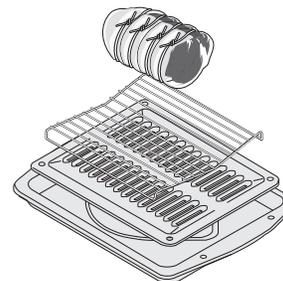

Figure 21 : Lèchefrite, grille et grille de rôtissage
4. Placez la viande (le côté gras vers le haut) sur la grille (Figure 21). Placez l'aliment préparé sur la grille et glissez-la à l'intérieur du four.
- Utilisez la lèchefrite et sa grille, ainsi que la grille de rôtissage (Figure 21) (sur certains modèles). La lèchefrite recueille les écoulements de graisse et sa grille évite les éclaboussures. La grille de rôtissage supporte la pièce de viande.
- Utilisez toujours la lèchefrite et sa grille lorsque vous effectuez une cuisson au gril, si celles-ci sont fournies. Elles permettent à la graisse de s'écouler à l'écart de la chaleur intense de l'élément du gril (Figure 21).